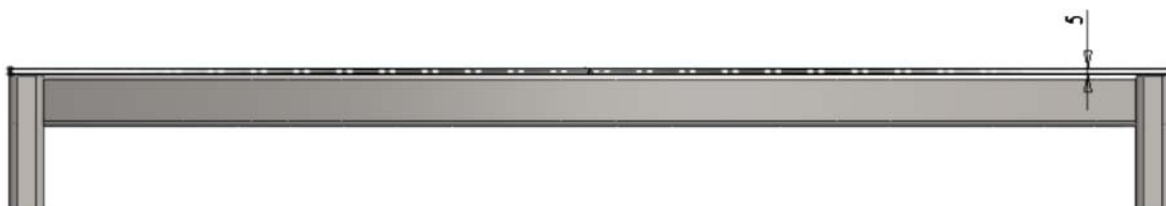

Рис. 1.20. Эскиз
3. Нарисуйте эскиз, показанный на рис.1.20; (нижняя линия эскиза совпадает с верхней частью стола, а боковые линии с боковыми кромками труб);